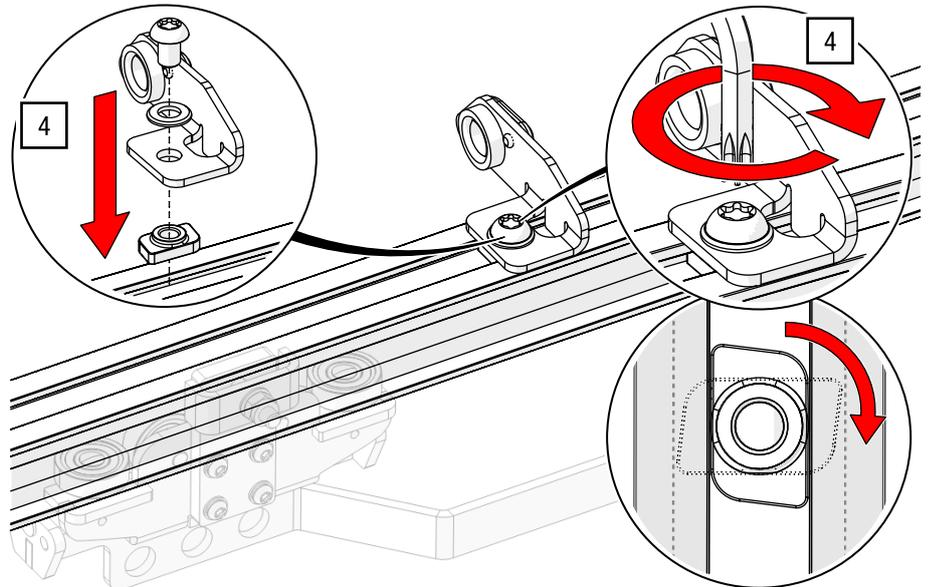

Abb. 76: Seitliche Seilführung – Seilführung montieren
- Positionieren Sie jeweils eine der mitgelieferten Seilführungen in der Nähe der Abhängungen, verteilen Sie den Rest am Schienenprofil (Loch auf Gegenseite der Seilklemmung am Zugwagen) mit einem TORX®-Schlüssel T40 und 27 Nm an (siehe Abb. 76).